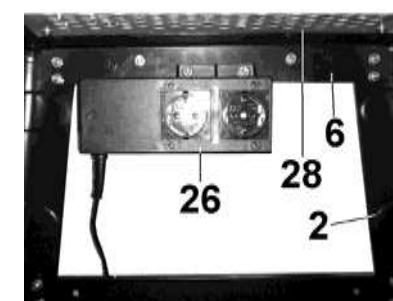

Рис.6
8.2.6. С правой стороны пилы на верхней планке (6) закрепите электрический блок (26), Рис.6.